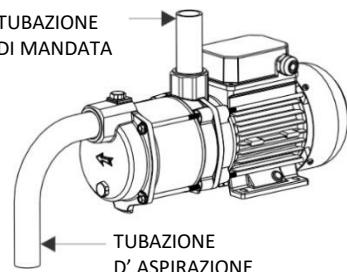

Fig.1
- La tubazione d'aspirazione (Fig. 1) deve avere un diametro uguale o leggermente inferiore a quello della bocca d'aspirazione della pompa.